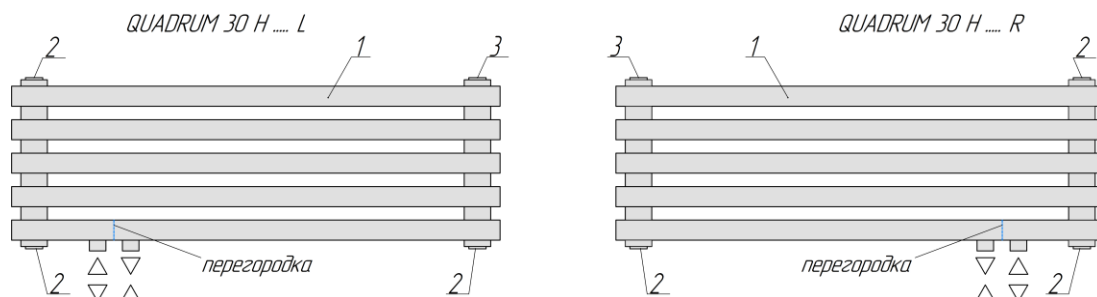

Рис. 4 1. Радиатор. 2. Пробка глухая. 3. Кран-воздухоотводчик.
2.2. Радиаторы «QUADRUN 30 Н» выпускаются с разнесенным (седлообразным) нижним или диагональным подключением (рис.2, 3), либо (для моделей «QUADRUN 30 Н R» и «QUADRUN 30 Н L») с правосторонним или левосторонним нижним подключением с межосевым расстоянием 50мм(рис.4).